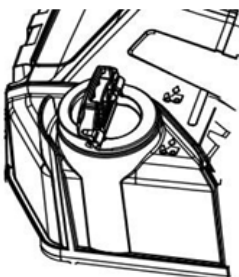

Fig 11
- Verwenden Sie niemals gebrauchtes oder wiedergewonnenes Öl, um Fehlfunktionen zu vermeiden. Schmierprobleme, die durch die Verwendung von falschem Öl verursacht werden, führen zum Erlöschen der Garantie. (Abb. 11).